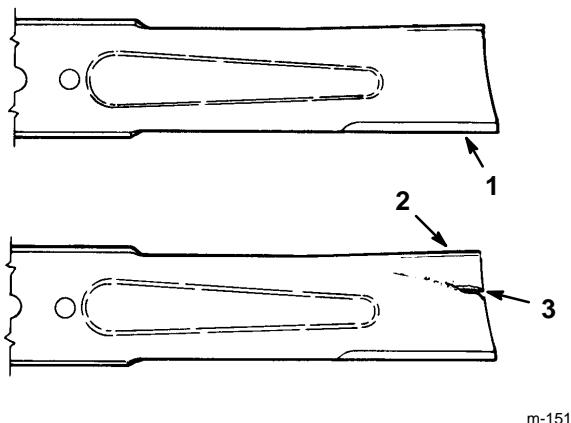

Abbildung 13
1. Die Schneidkanten untersuchen (Abb. 13). Wenn die Kanten nicht scharf sind oder Kerben haben, müssen die Schnittmesser ausgebaut und geschärft werden. Siehe "Schärfen der Schnittmesser" auf Seite 14.
2. Die Schnittmesser kontrollieren, insbesondere den gebogenen Bereich (Abb. 13). Falls Schäden, Verschleiß oder ein Schlitz in diesem Bereich gefunden werden (Punkt 3 in Abb. 13), muß sofort ein neues Schnittmesser installiert werden.